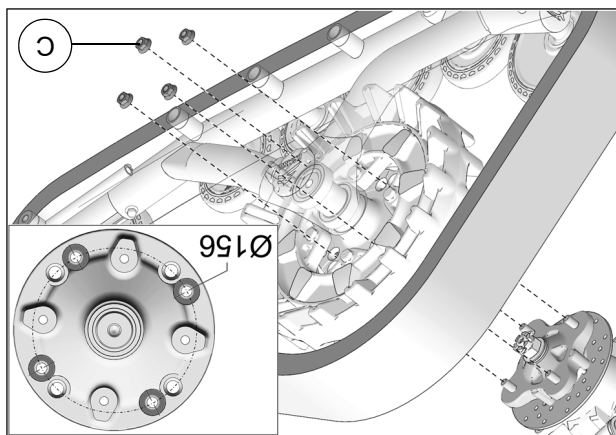

Fig. 10
9. Fixer le système de traction au moyeu de roue arrière. Utiliser le cercle de perçage de $\varnothing 156\text{mm}$ et les écrous de roue 3/8-24 (C) fournis. Voir la Fig. 10